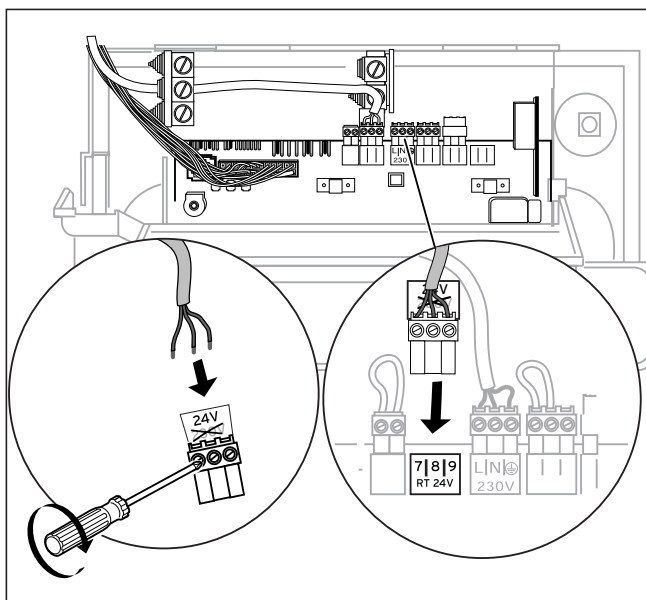

Fig. 4.6 Collegamento termostato modulante o VRC 7-8-9
- Collegare il termostato limite a potenziale zero al "termostato limite" (Pro E) (Fig. 4.6).